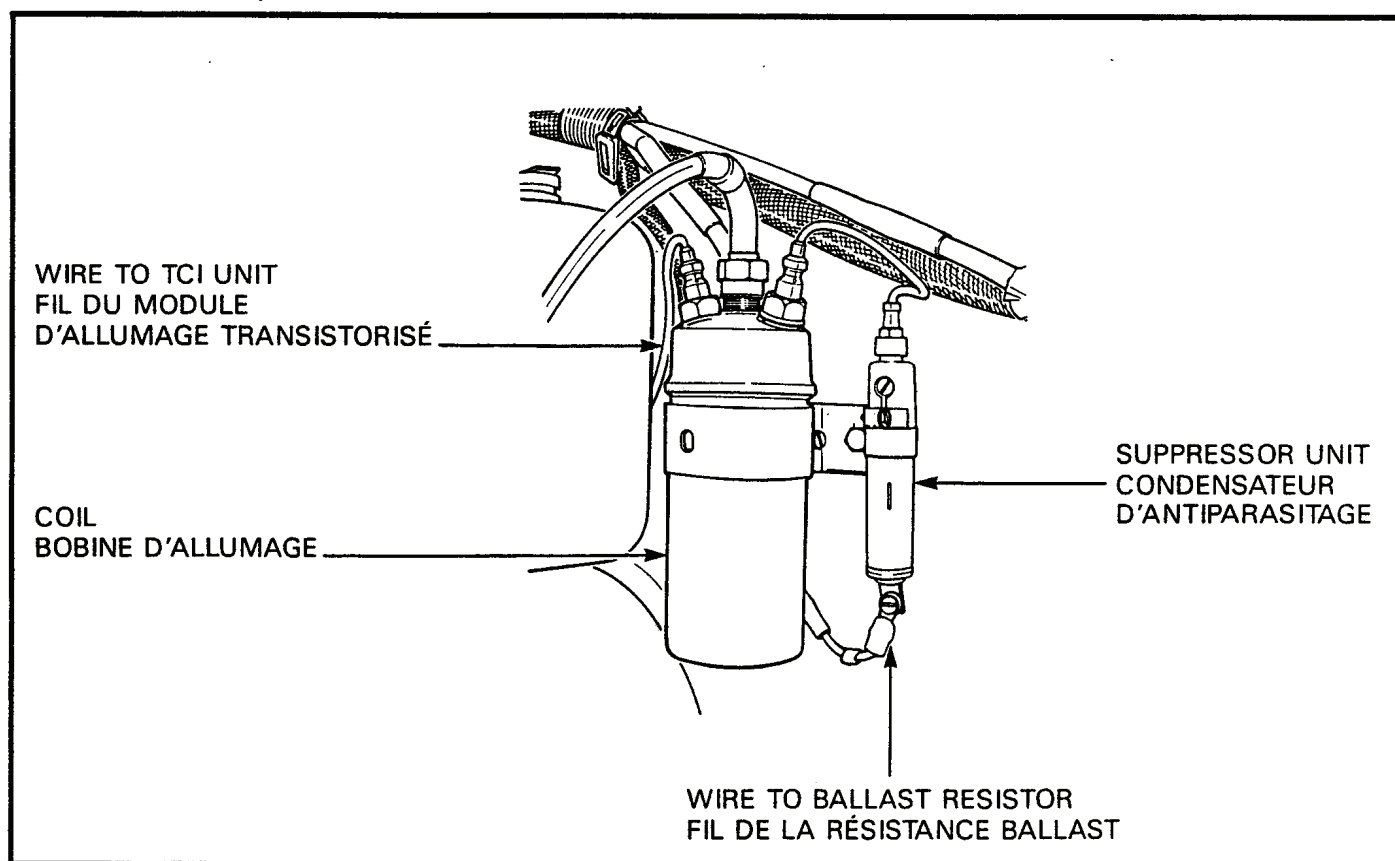

Figure 2-5-23 Coil
41. **Removal** — To remove, see Figure 2-5-23 and proceed as follows:
41. **Dépose** — Pour enlever la bobine, voir figure 2-5-23, et procéder comme suit:
42. **Installation** — To install, see Figure 2-5-23 and proceed as follows:
42. **Installation** — Pour installer la bobine, voir figure 2-5-23 et procéder comme suit: